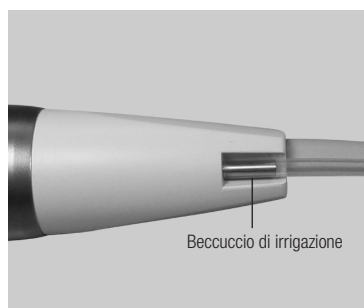

Fig. 11
- 4) Inserire l'altra punta del tubo d'irrigazione nell'ago d'irrigazione del manipo. (Fig. 11)